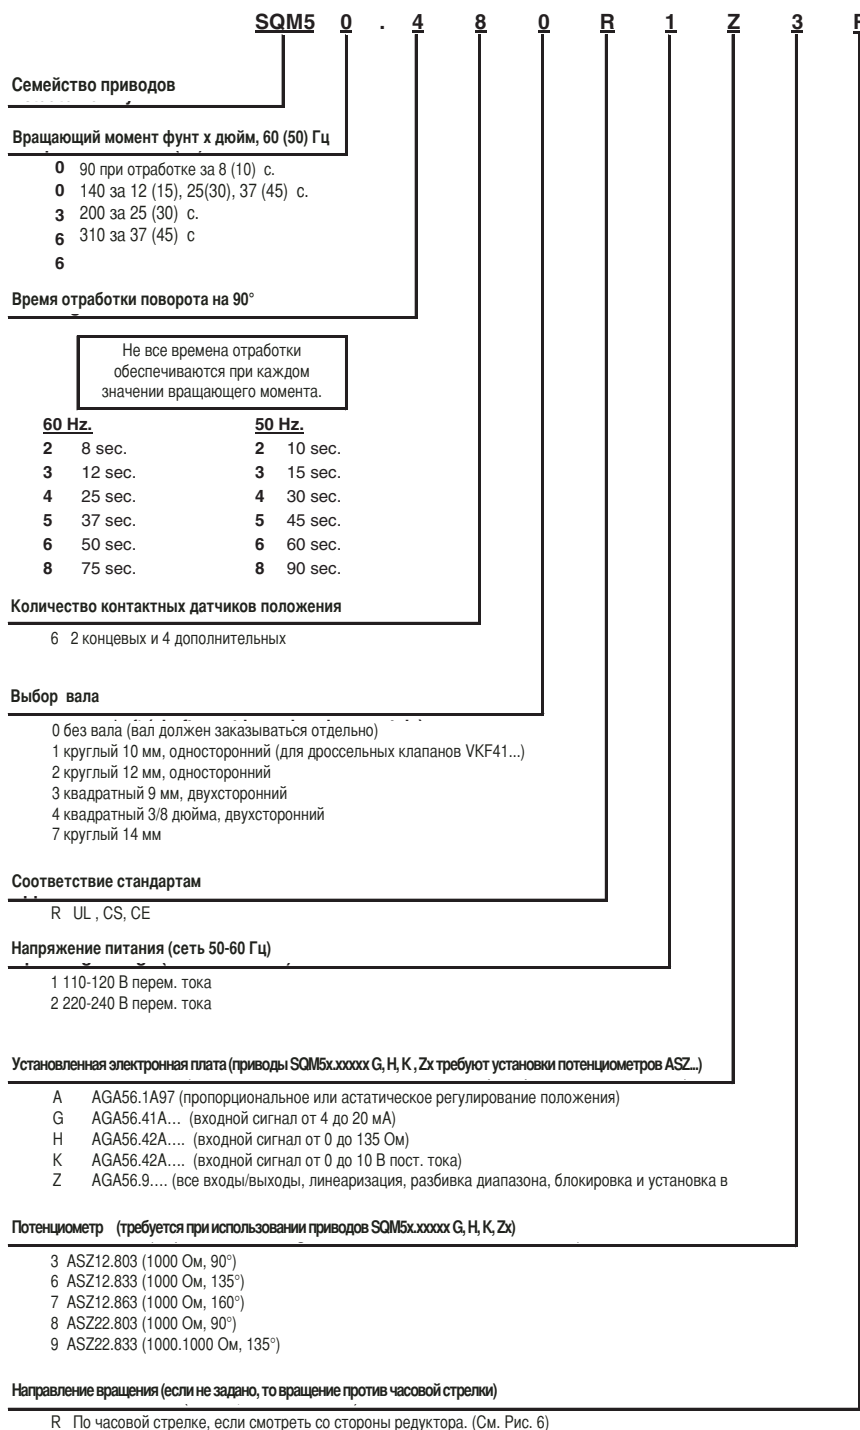

Рис. 1. SQM5... Расшифровка номеров изделий
<p>Электронные платы Плата AGA56.1A97 24-250 Vac (A) для SQM5х.ххххАх Плата AGA56.9A87 24 Vac (Z) для SQM5х.ххххZх Плата AGA56.9A17 120 Vac (Z) для SQM5х.ххххZх Плата AGA56.9A27 220 Vac (Z) для SQM5х.ххххZх Плата AGA56.41A87 24 Vac (G) для SQM5х.ххххGх Плата AGA56.41A17 110 Vac (G) для SQM5х.ххххGх Плата AGA56.41A27 220 Vac (G) для SQM5х.ххххGх Плата AGA56.42A17 110 Vac (H) для SQM5х.ххххHх Плата AGA56.42A27 220 Vac (H) для SQM5х.ххххHх Плата AGA56.42A87 24 Vac (H) для SQM5х.ххххHх Плата AGA56.43A17 110 Vac (K) для SQM5х.ххххKх Плата AGA56.43A27 220 Vac (K) для SQM5х.ххххKх Плата AGA56.43A87 24 Vac (K) для SQM5х.ххххKх См. Рис. 1 –Расшифровка номеров изделий</p>	<p>Валы AGA58.1 - 10 мм, круглый со шпонкой. Одностор. AGA58.2 - 12 мм, круглый со шпонкой. Одностор.. AGA58.3 9 мм, квадратный. Двухсторонний. AGA58.4 3/8 дюйма, квадратный. Двухсторонний. AGA58.7 14 мм круглый со шпонкой. Одностор. Точные размеры можно найти в разделе РАЗМЕРЫ</p>